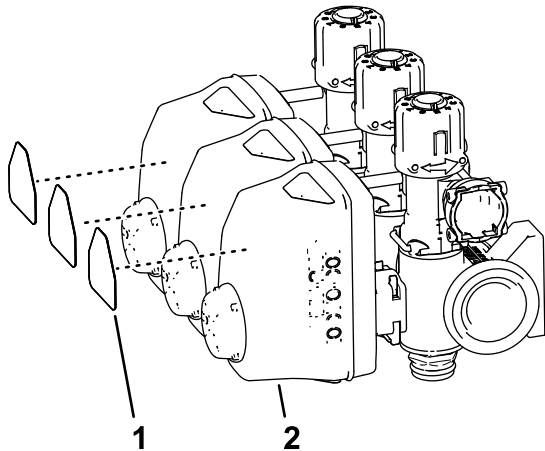

Figura 70
5. Retire os autocolantes dos acionadores das três válvulas de secção (Figura 70).